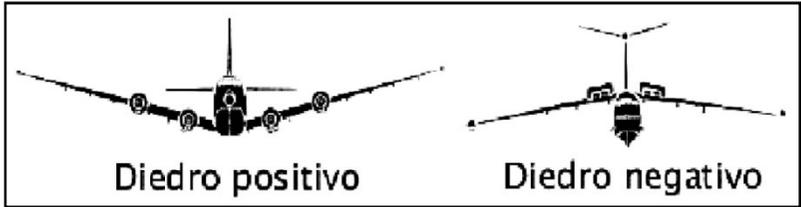

FIG. 8 – DIEDRO ALARE
b) L'ala può avere **diedro positivo o negativo**, angolo formato dalle due semiali con la direzione del piano orizzontale, rispettivamente verso l'alto o verso il basso. **FIG. 8**